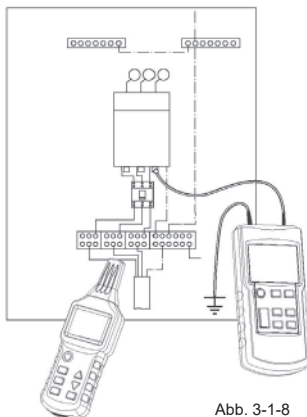

Abb. 3-1-8
3. Schließen Sie den Transmitter wie in Abb. 3-1-8 dargestellt an.